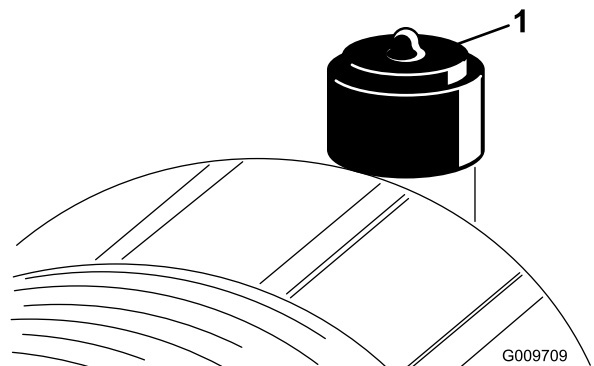

Figura 45
Effettuate la manutenzione del filtro dell'aria quando l'indicatore lo richiede (Figura 45). Sostituendo il filtro dell'aria prima del necessario si aumenta il rischio che la morchia penetri nel motore quando rimuovete il filtro.
2. Se la spia (Figura 45) è rossa, resettatela.